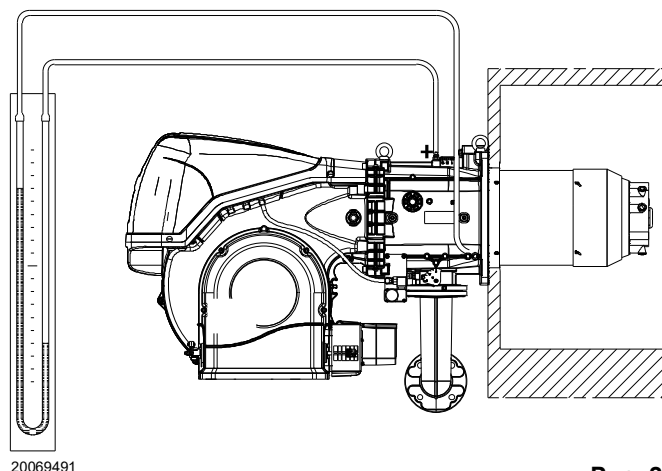

Рис. 23
- Соедините U-образный манометр или дифференциальный манометр (Рис. 23) со штуцером (+) замера давления газа на патрубке, а (-) с камерой сгорания.
Поступление газа на патрубок определяется по U-образному манометру (Рис. 23 на стр. 29).
Примерное значение можно получить по таблице на Табл. М на стр. 26. Достаточно считать давление газа на манометре (показано на Рис. 23 на стр. 29) и следовать указаниям, данным на стр. 26.